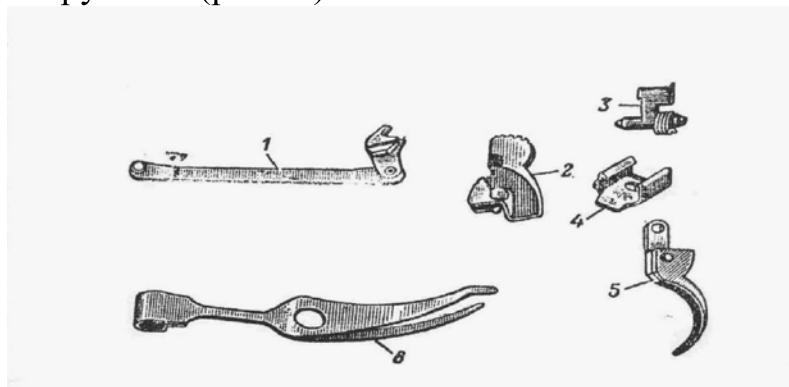

Рис. 23. Части ударно-спускового механизма.
4. Ударно-спусковой механизм состоит из курка, шептала с пружиной, спусковой тяги с рычагом взвода, спускового крючка, боевой пружины и задвижки боевой пружины (рис.23).